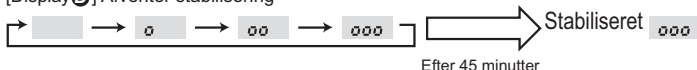

Fig. 8-3
- ③ Tryk på [FILTER] (↔) -knappen for at bekræfte indstillingen. (Fig. 8-3)